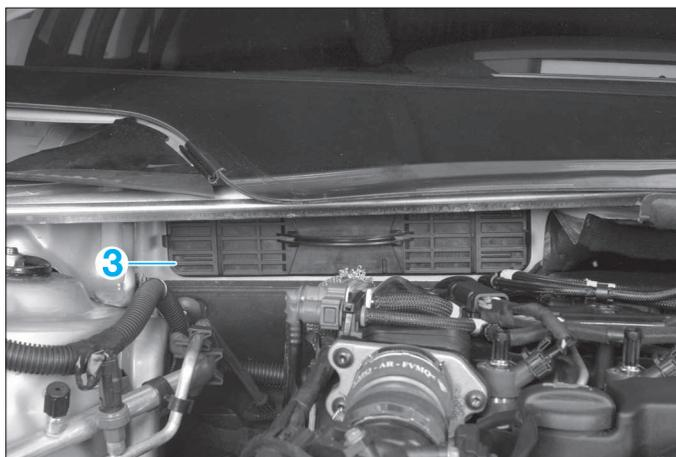

FIG. 2
- Déposer le volet (3) par simple traction (Fig.2).